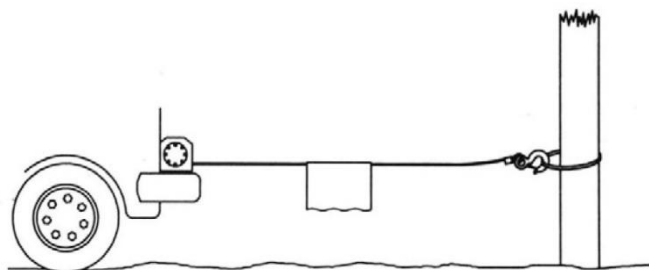

Рис. 7
- При перемещении груза оберните трос одеялом или брезентом («гаситель») в месте около зацепа крюка (рисунок 7). Это замедлит резкое раскручивание сломанного троса и поможет предотвратить серьезные травмы. Для защиты лобового стекла поднимите капот.